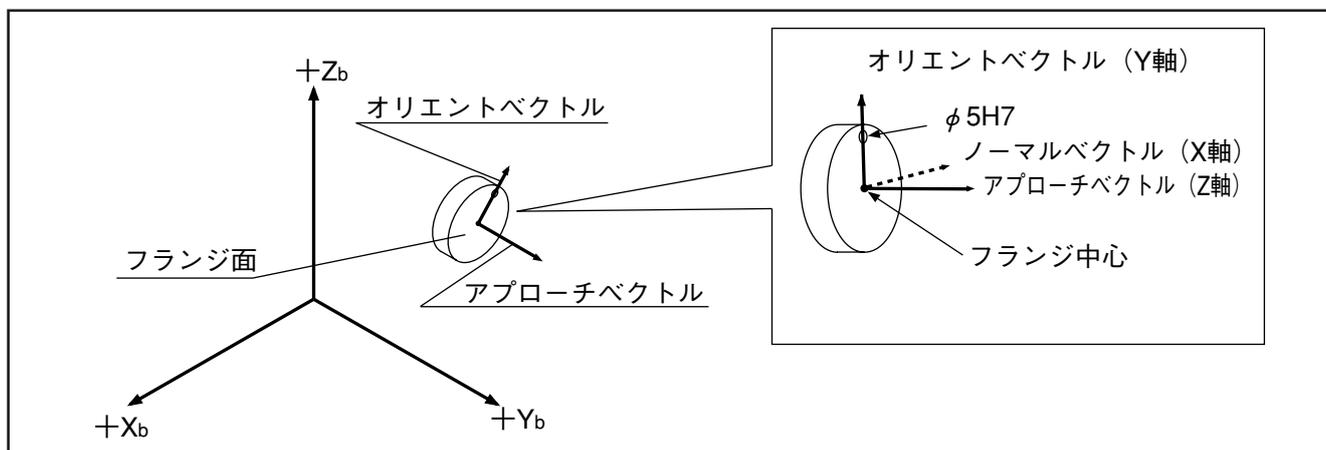
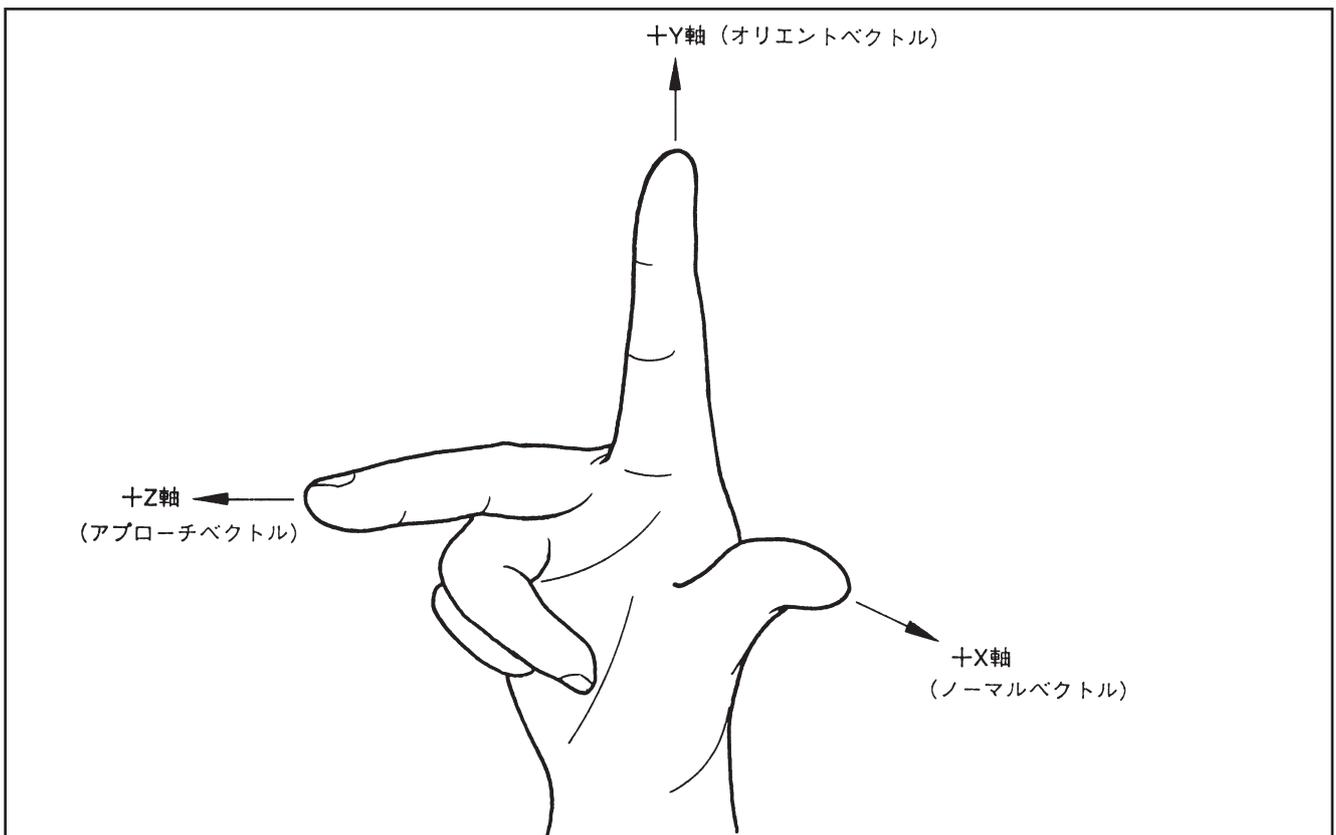

図2-35 オリエント・アプローチベクトル
図2-36 右手直交座標系
- (4) アプローチベクトルとオリエン特ベクトルは直交しており、オリエン特ベクトルをY軸、アプローチベクトルをZ軸としたときの右手直交座標系におけるX軸をノーマルベクトルと定義します。(図2-35中の破線で示したベクトル、図2-36参照)
(このとき、P2-41の図2-36に示すように右手を使い回転を考えると、わかりやすくなります。)